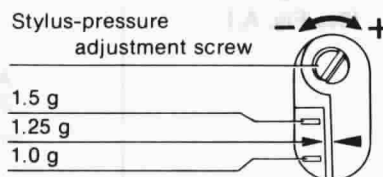

Fig. 11
**Adjustment for the stylus pressure (See Fig. 11.)**
(Siehe Abb. 11.)
## Mettre au point la force verticale d'appui de la pointe de lecture dans les cas suivants. (Voir Fig. 11)